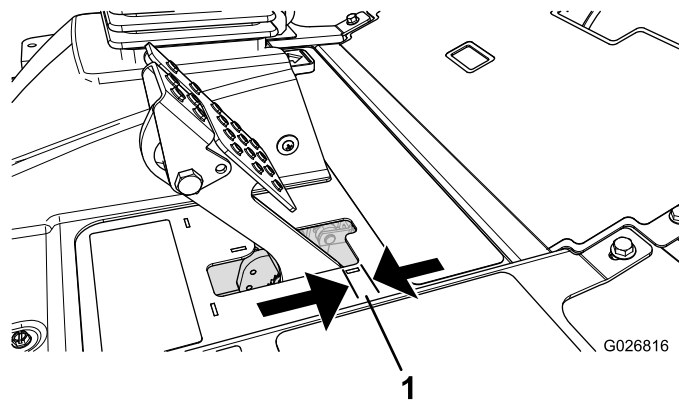

図 71
ブレーキペダルの「遊び」図 71が 2.5cm 以上となったり、強く踏み込まないとブレーキの効きが悪いと感じられるようになったら、調整を行ってください。遊びとは、ブレーキペダルを踏み込んでから抵抗を感じるまでのペダルの行きしろを言います。
2. 図 71後ナットを締めてケーブルを後方に移動させて、ホイールがロックする前のブレーキペダルの遊びが 6.312.7mm なるように調整する。